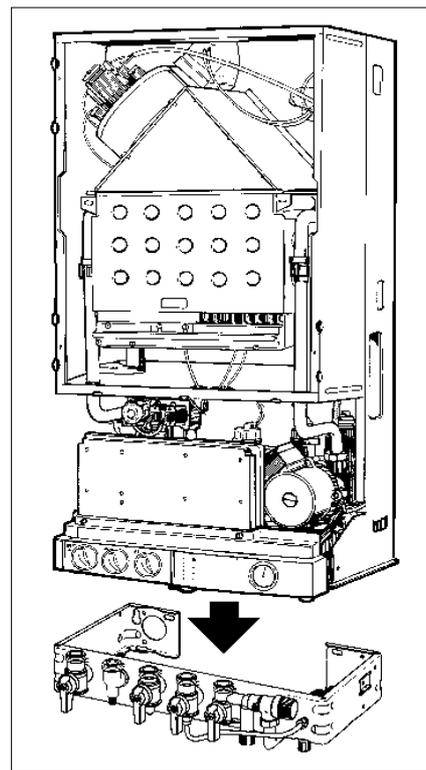

Fig. 10
- Présenter la chaudière au dessus de la barrette, la laisser descendre en appui sur celle-ci (Fig. 10).
- Mettre en place les différents joints, "**G**" (caoutchouc) **sur le gaz, plus le filtre eau "F" sur l'eau froide**, et serrer les raccords des tubes de liaison en commençant par le tube gaz (Fig. 10 a).
Fig.10 a